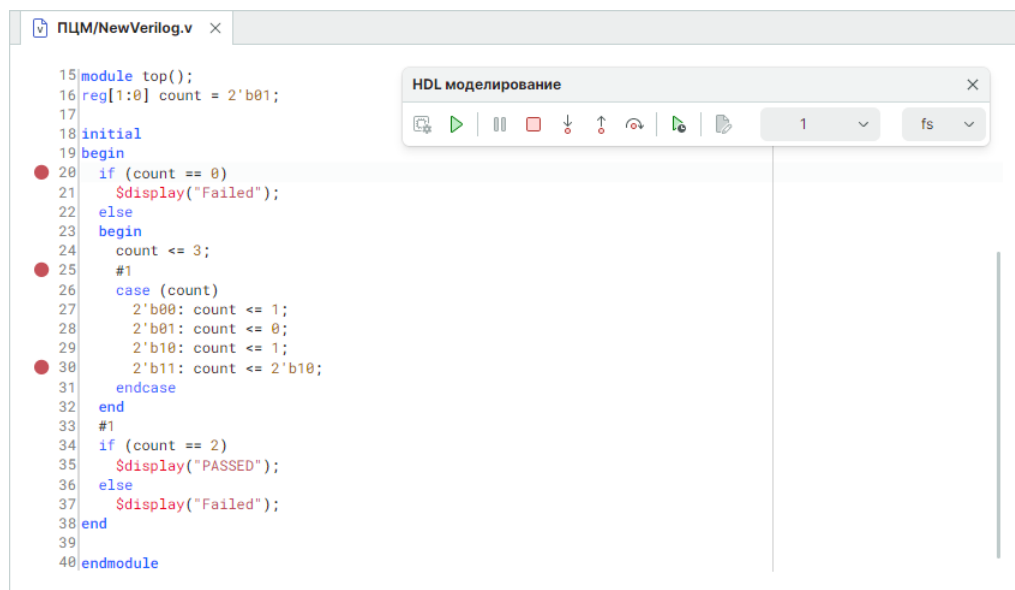

Рис. 28 Расстановка точек останова
3. Выберите строчку кода, перед выполнением которой необходимо остановить процесс моделирования, и нажмите левую кнопку мыши, см. Рис. 28.